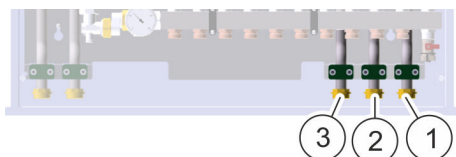

Abb. 49: Anschlusskupplungen Wasserleitungen
1. ➔ Hauptzuleitung Frischwasser an den Hauptanschluss Frischwasser (Abb. 49/1) anschließen und von Hand festdrehen.
2. ➔ Kaltwasserleitung an den Kaltwasseranschluss (Abb. 49/2) anschließen und von Hand festdrehen.
3. ➔ Warmwasserleitung an den Warmwasseranschluss (Abb. 49/3) anschließen und von Hand festdrehen.